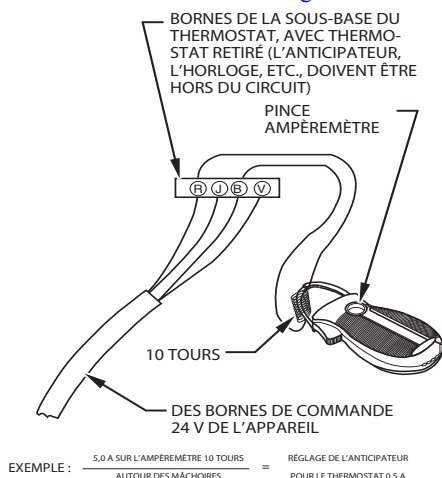

Fig. 63 – Amp. Vérification dl
2. Connectez un ampèremètre aux bornes R et W de la sous-base ou aux fils R et W du mur. Consultez la Fig. 63.